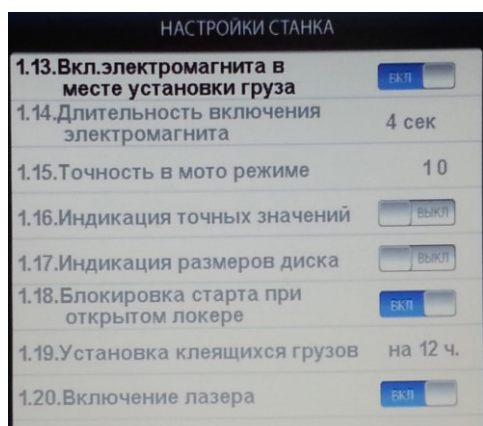

Рис.17.4.
17.12. Вторая страница настроек (рис.17.4.). Переключение страниц осуществляется кнопкой 5.